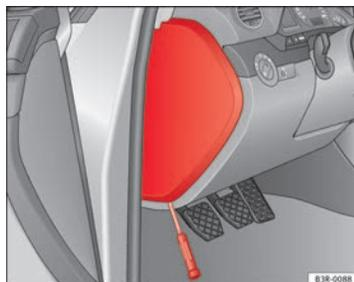

Fig. 190 Tapa de la caja de fusibles en el lado izquierdo del tablero de instrumentos
- Utilice un destornillador para abrir la tapa de los fusibles ⇒ fig. 190.